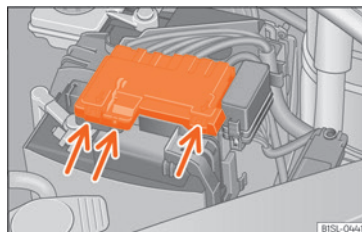

Fig. 158 I motorrummet: Sådan tages afdækningen til bilens batteri af.
- Åbn motorhjælmen, tryk tapperne i pilens retning, og tag batteriafdækningen ud »» **Fig. 158**.